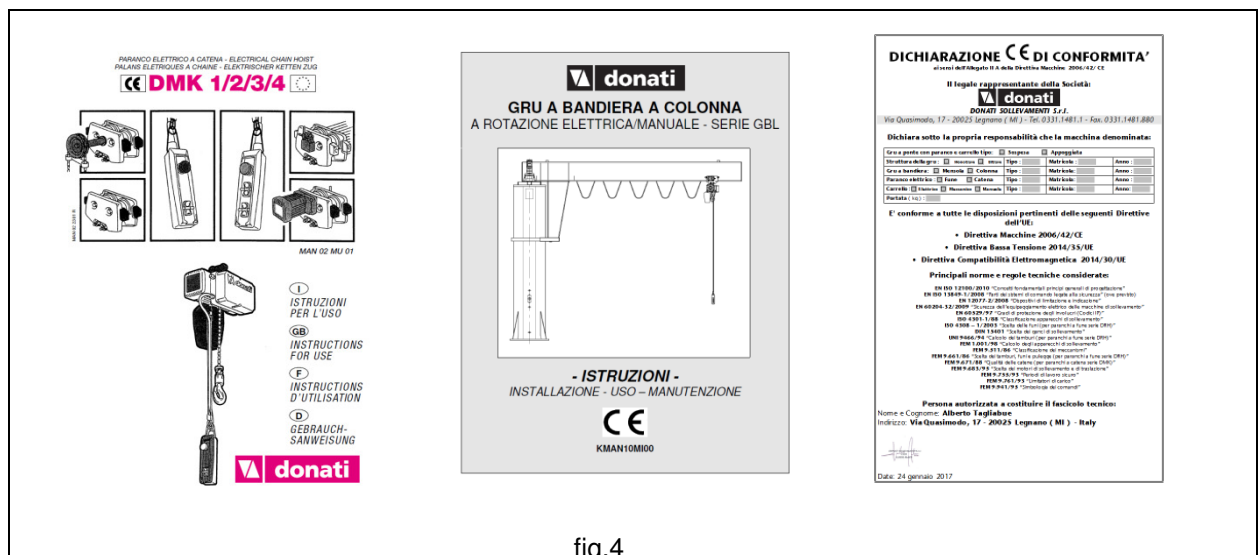

fig.4
- La documentazione tecnico/legale in dotazione alla gru a bandiera comprende (fig. 4) :